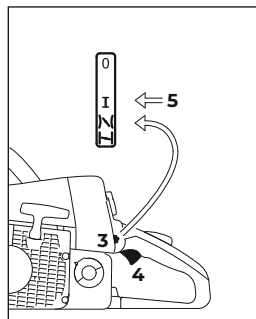

Рис. 60
- Комбинированный рычаг (рис. 60, поз. 3) установить в положение газа запуска |↔| и продолжить запуск.